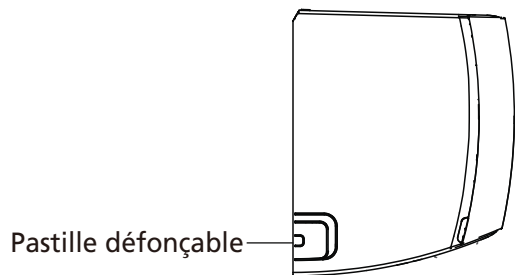

Fig. 11 – Pastille défonçable
2. Si le trou du mur est situé derrière le module intérieur, laissez la pastille défonçable du panneau en place. Si le trou du mur est situé sur un des côtés du module intérieur, retirez la pastille défonçable en plastique du panneau sur ce côté du module (voir fig. 11). Vous disposerez ainsi d'une ouverture pour la sortie de la tuyauterie. Utilisez une pince à becs longs pour faciliter le retrait de la pastille défonçable, le cas échéant.